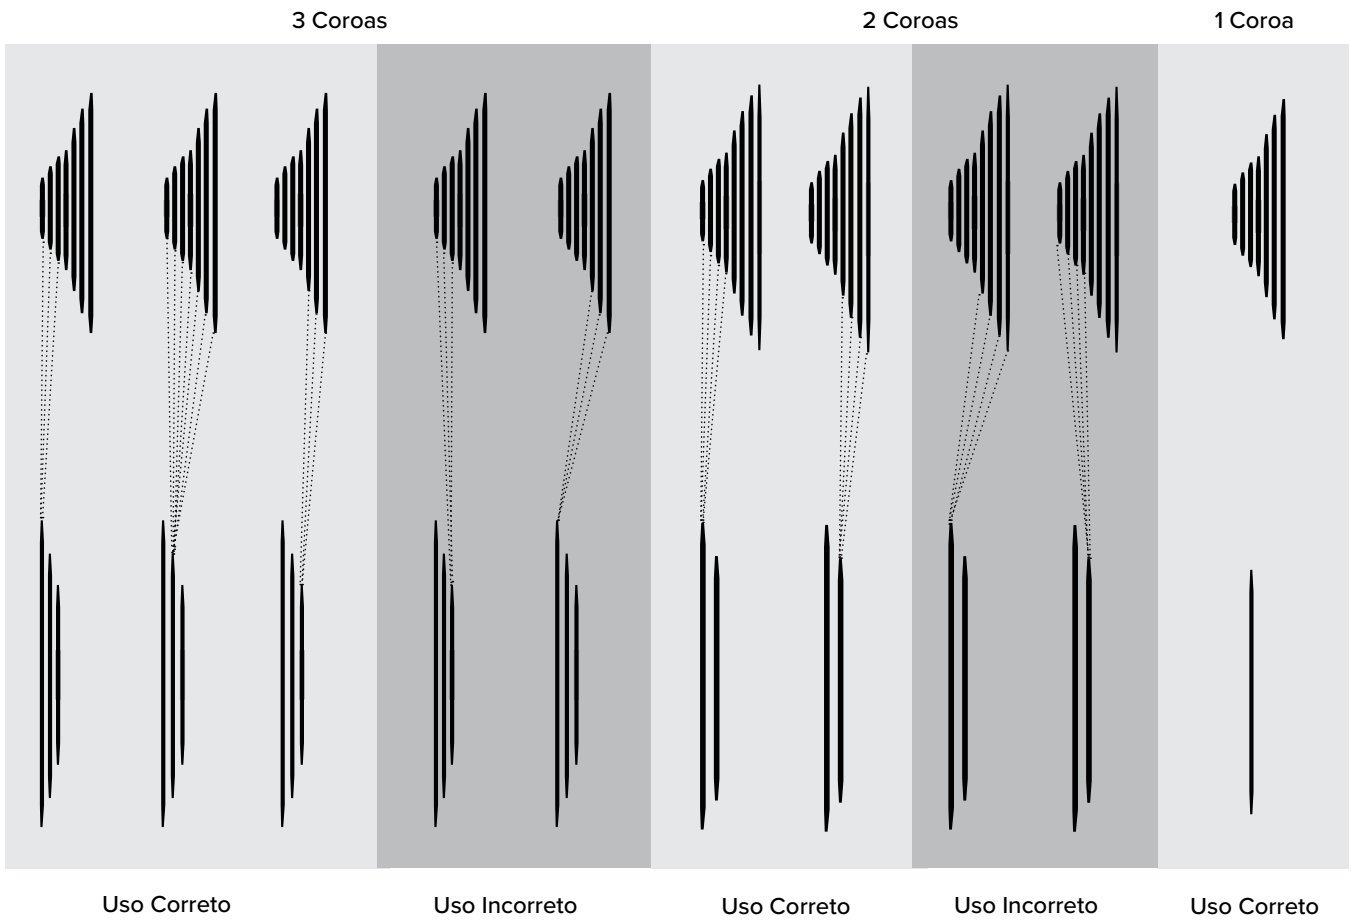

Figura 3
- _ Corrente de transmissão – a corrente transmitirá todo o movimento para a roda-livre e, conseqüentemente, fará a bicicleta movimentar-se. Para um melhor desempenho da bicicleta, a utilização do sistema de câmbio deve ser otimizada e o usuário deverá ter como regra de uso a seguinte forma ^(Figura 3)